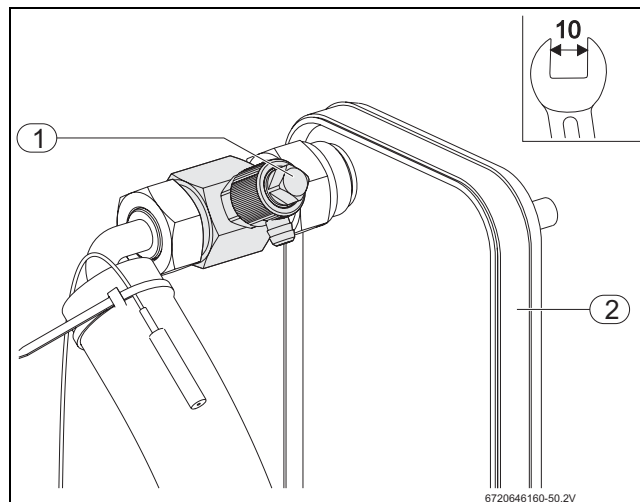

Bild 15 Entlüftungsventil
- Entlüftungsventil öffnen (→ Bild 15, [1]), bis Wasser aus dem Ablauf des Ventils fließt. Korrekten Ablauf des Wassers sicherstellen.